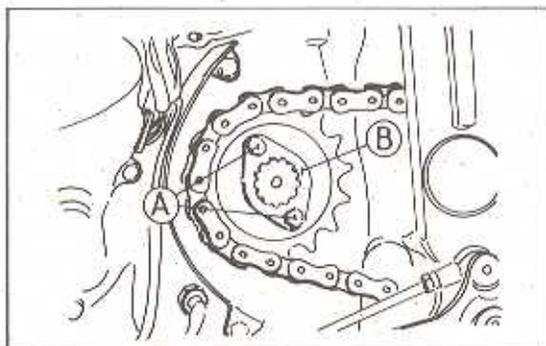

Bild 225 ▶
- Das Kettenrad mit der Radkupplung abnehmen (Bild 225).